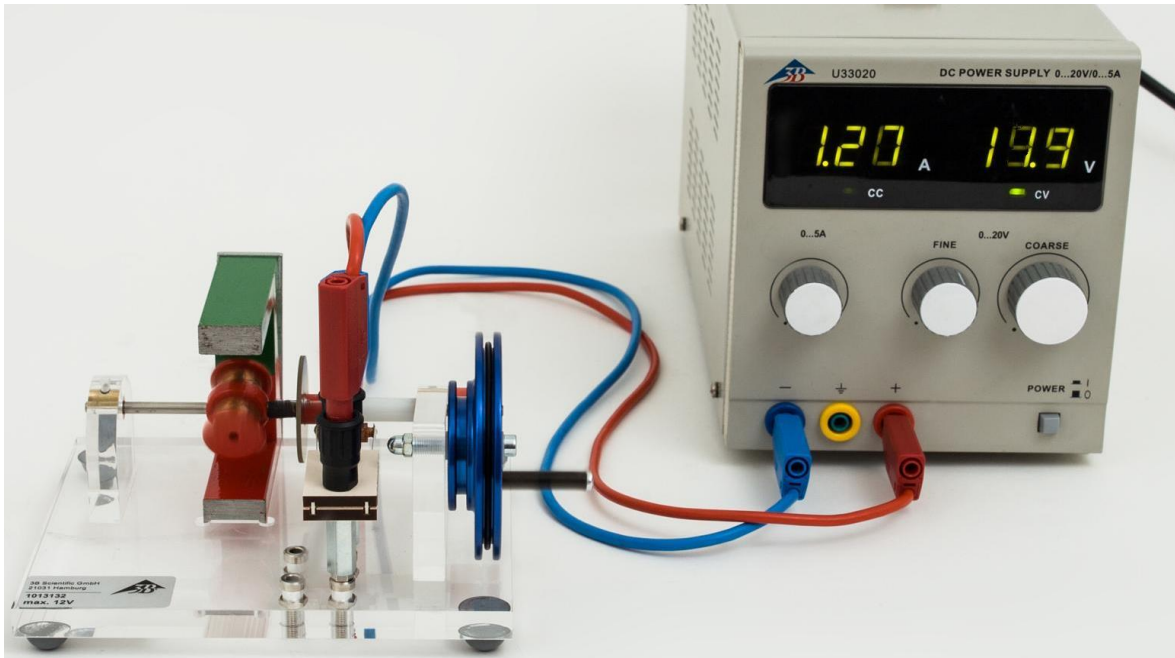

Fig. 2 Operação como motor de corrente contínua
- Colocar o tomador de corrente sobre o par de conectores da direita no campo de conectores da placa de base (vide Fig. 2).